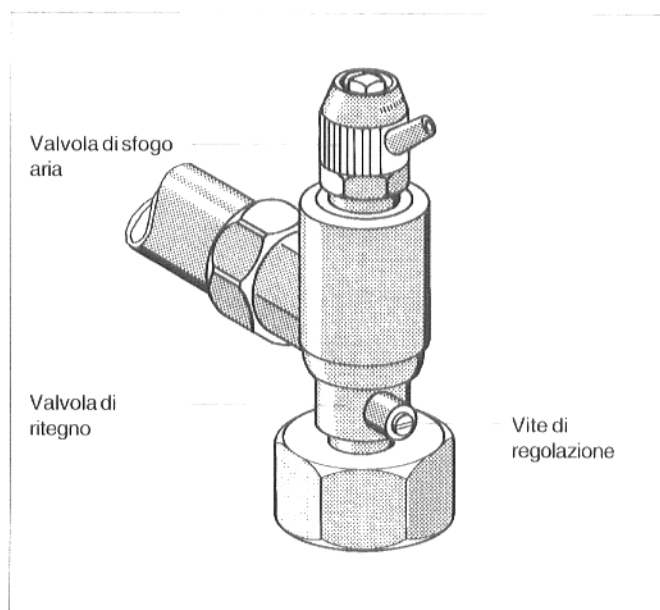

Fig. 10: valvola di ritegno con valvola di sfogo aria
- Mettere in posizione verticale il taglio della vite di regolazione della valvola di ritegno (sempre aperta) (Fig. 10).
- Aprire la valvola di sfogo aria (Fig. 10).